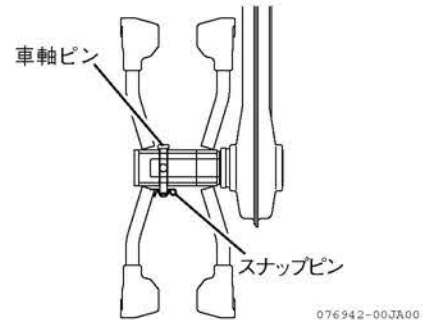

図 3-14
5. ゴムラグ車輪を車軸に入れ、車軸ピンを取り付け、スナップピンを取り付けます。(図 3-14)